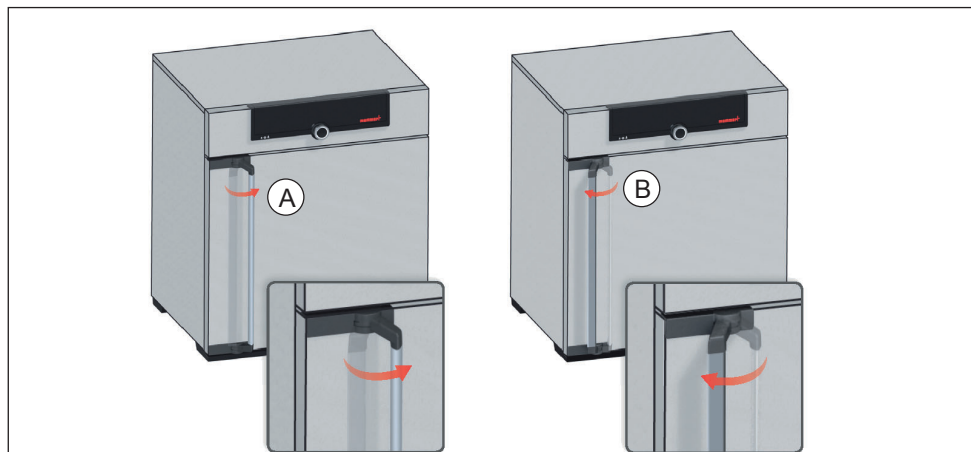

Fig. 13 Aprire e chiudere la porta
- ▶ Per aprire la porta tirare la maniglia lateralmente (a seconda del modello verso destra o verso sinistra, Fig. 13, A) e aprire completamente la porta.
- ▶ Per chiudere la porta, spingerla e ruotare la maniglia lateralmente (B).